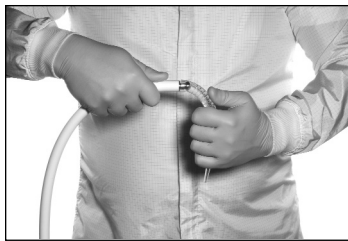
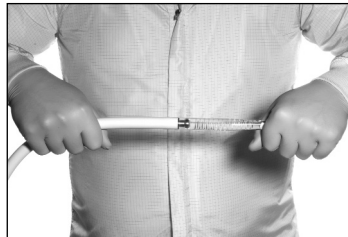

ABBILDUNG 4. ENTFERNEN DER ABNEHMBAREN SPITZE MIT EINER LÖSENDEN BEWEGUNG
ABBILDUNG 5. UNSACHGEMÄSSE ENTFERNUNG DER ABNEHMBAREN SPITZE
7. Um die abnehmbare Spitze zu entfernen, halten Sie die Spitze in der Nähe des proximalen Endes des Glasfaserkabels. Mit dicht zusammenstehenden Händen drehen Sie die Hand, mit der Sie die Spitze halten, in einer lösenden Bewegung (siehe Abbildung 4). Die Spitze darf nicht waagrecht gezogen werden, weil dadurch der Steckverbinder am Kabel und die Glasfaseroptik beschädigt werden könnten (siehe Abbildung 5). Die abnehmbare Spitze wird entsorgt und das Glasfaserkabel gereinigt und für den weiteren Gebrauch sterilisiert.
- Abbildung 5). Die abnehmbare Spitze wird entsorgt